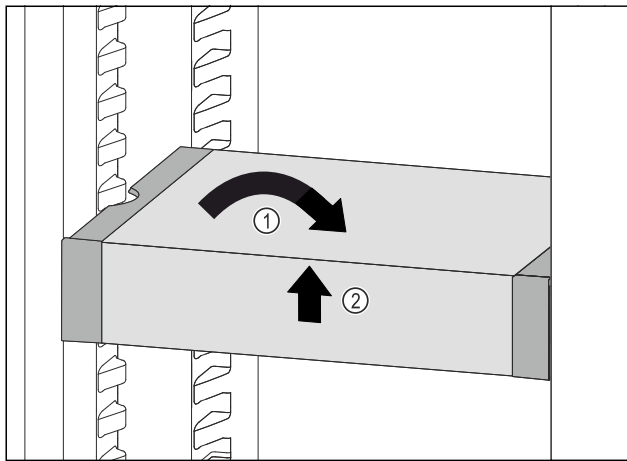

Fig. 102
- ▶ Collocare VarioSafe in maniera dritta. Fig. 102 (1)
- ▶ Sollevare VarioSafe dal lato anteriore. Fig. 102 (2)